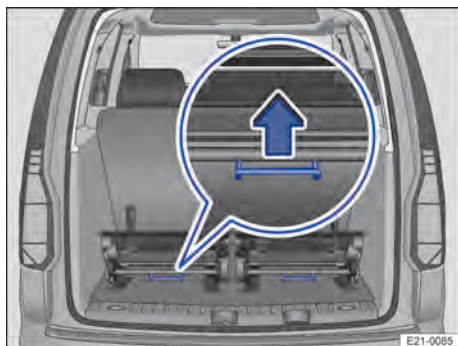

Abb. 73 Dritte Sitzreihe: Sitze ausbauen.
2. Hebel unterhalb des Sitzes nach oben ziehen → Abb. 73 (Lupe), um den Sitz zu entriegeln.